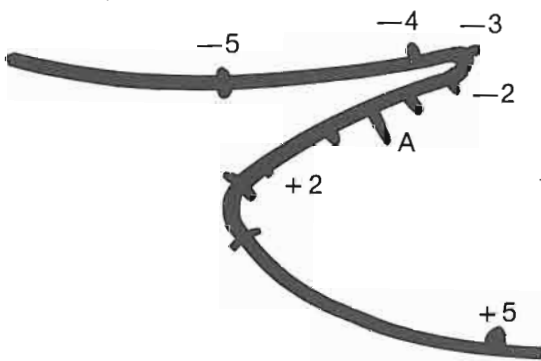

Fig. 5 - Il cursore riporta la curva dei sub-satellite points ossia la proiezione dei punti che uniscono il satellite col centro della terra vista sul terreno.
Anche questo cursore ruota attorno al polo nord, ma la traccia dei «sub-satellite points» non somiglia neppure lontanamente ad un arco di cerchio, semmai ricorda *una forcella* (fig. 5). Tale forma assimilabile con un po' di fantasia anche ad un curva di risonanza dipende dai parametri orbitali del percorso ellittico. Anche il cursore va
Fig. 6 - Il satellipse montato: si sovrappone alla mappa, il «cerchio di acquisizione» (fig. 4) copiato su trasparente ed il cursore di fig. 5 che ruota liberamente attorno al polo nord: ossia al centro della Mappa: qui l'Apogeo è a 305° long W ma l'antenna punta a circa 120° dell'ovale d'acquisizione. L'inseguimento 5 ore prima di (A) è iniziato con l'antenna puntata a 155°.